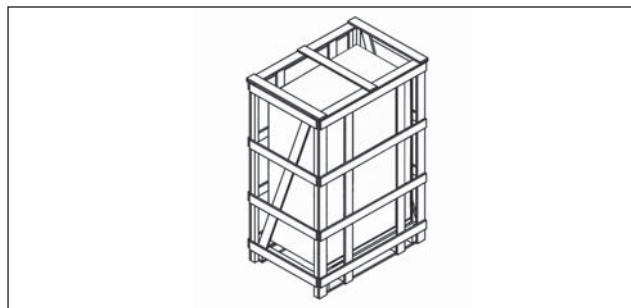

Рис. 9.2
1. Чиллер должен быть доставлен на место монтажа в заводской упаковке. Убедитесь в том, что упаковка не повреждена (Рис. 9.2.)